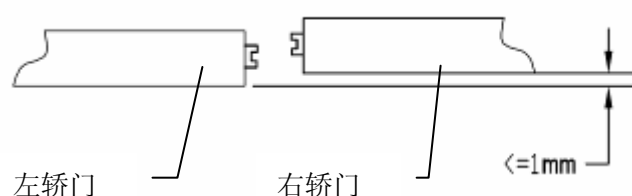

图 2-16 轿门装配俯视图
4. 中分门合拢时两门面的共面度不大于 1mm。。见图 2-16 轿门装配俯视图